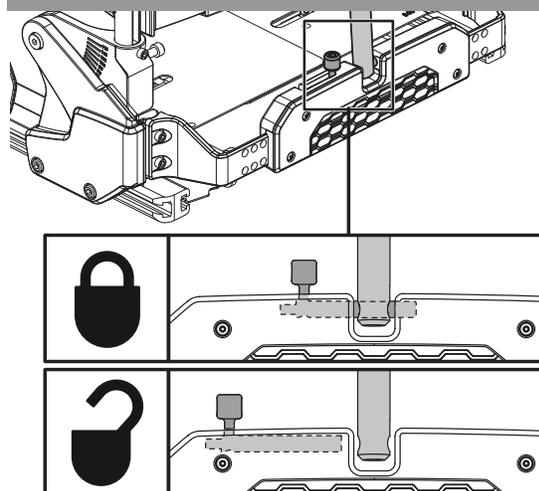

Figura 5. Schienale pieghevole in avanti (perno di blocco)
1. Rimuovere il perno di blocco. **Vedere figura 5.**
2. Inserire nuovamente il perno di blocco e accertarsi che tutte le componenti siano ben fissate. **Vedere figura 5.**